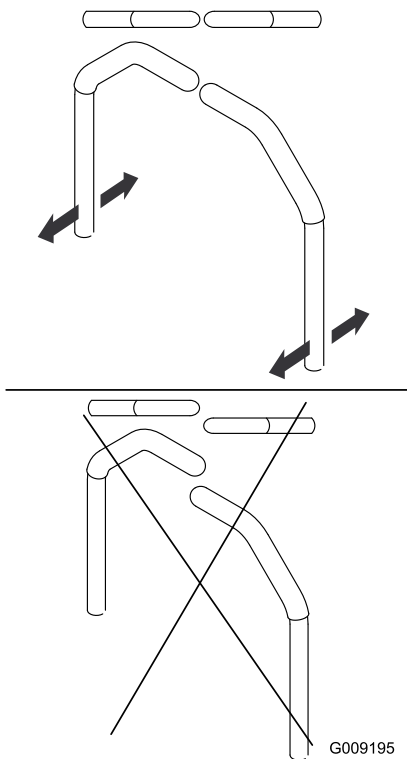

Рисунок 61
4. Отрегулируйте продольное положение рукояток, установив их вместе в нейтральное положение и выровняв по горизонтали (Рисунок 61).